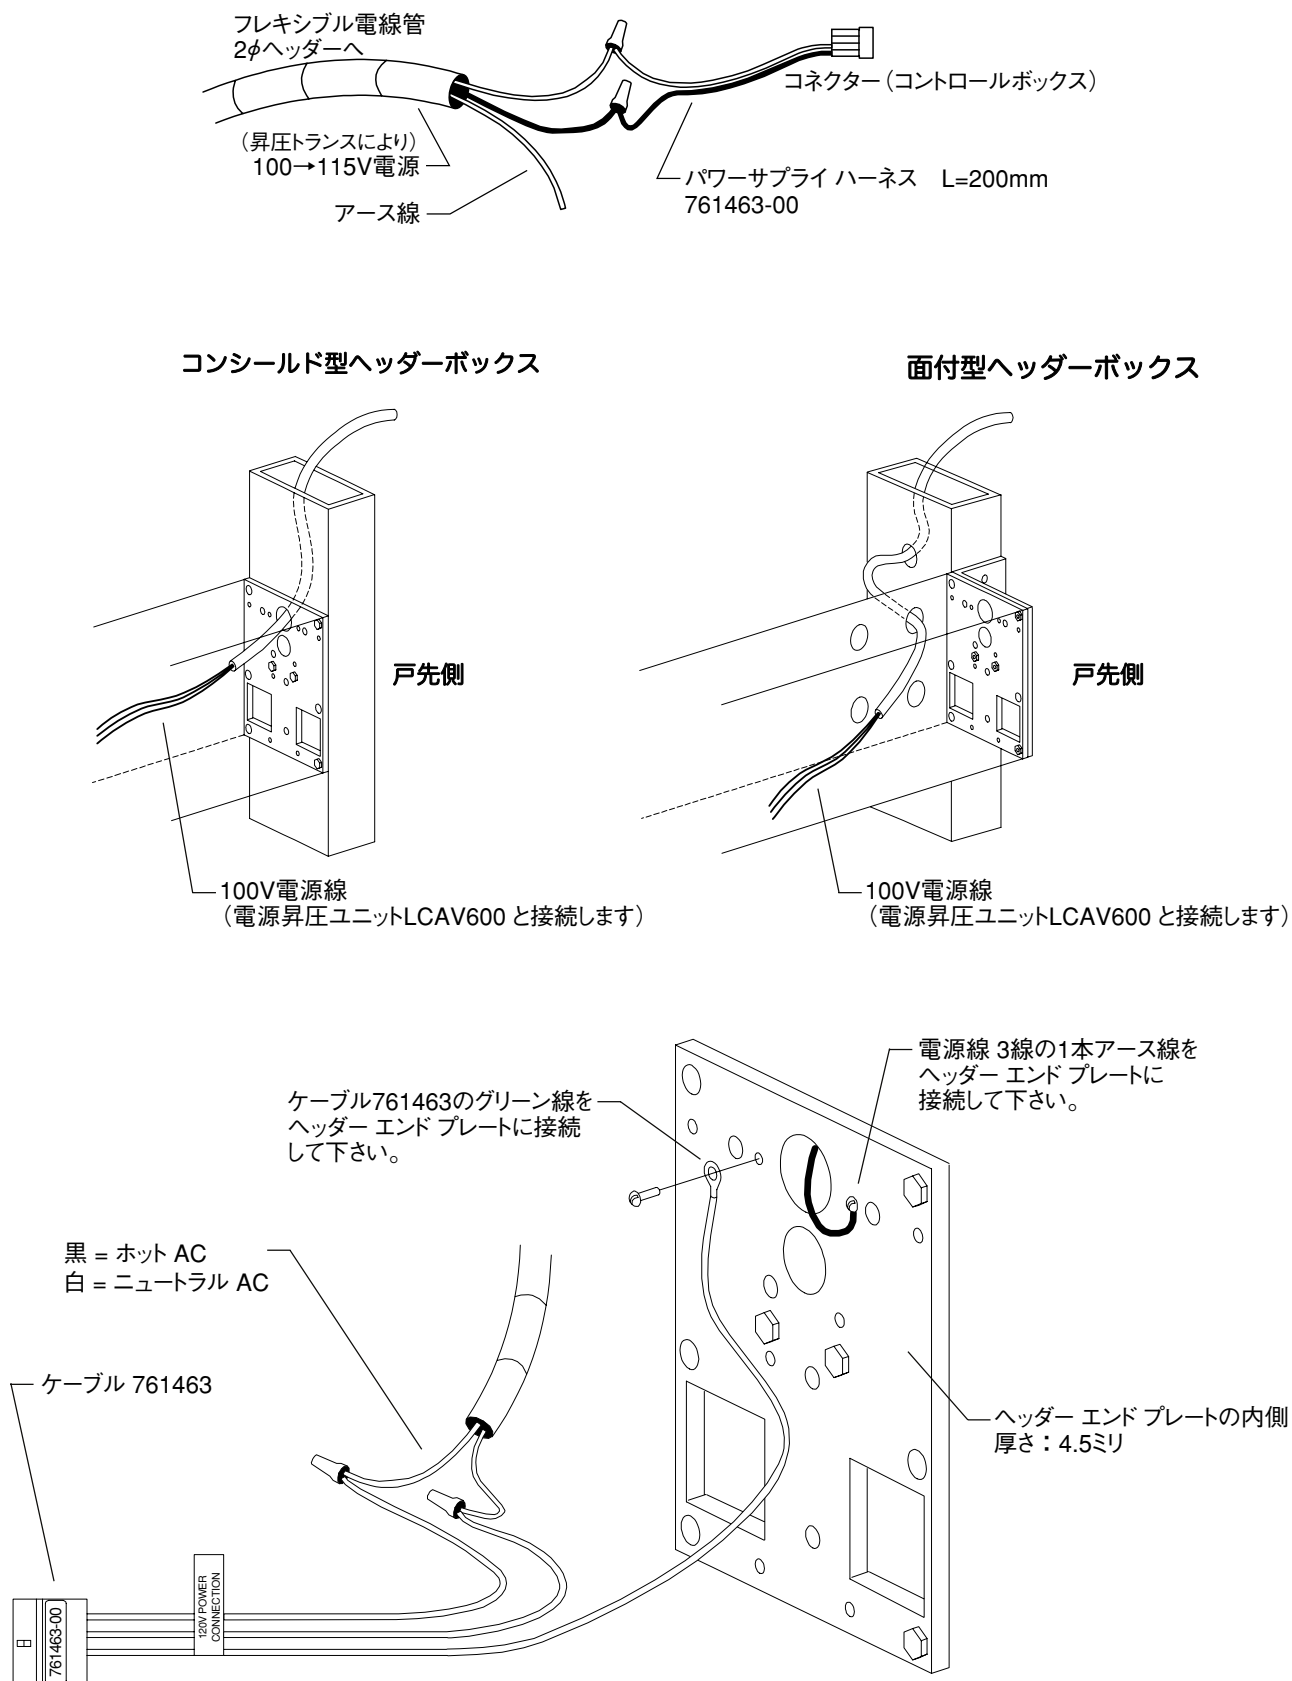

図4-1
4.1 図4-1に示すように100V電源線（761463）をパワーサプライワイヤーハーネス761463-00に結線して下さい。